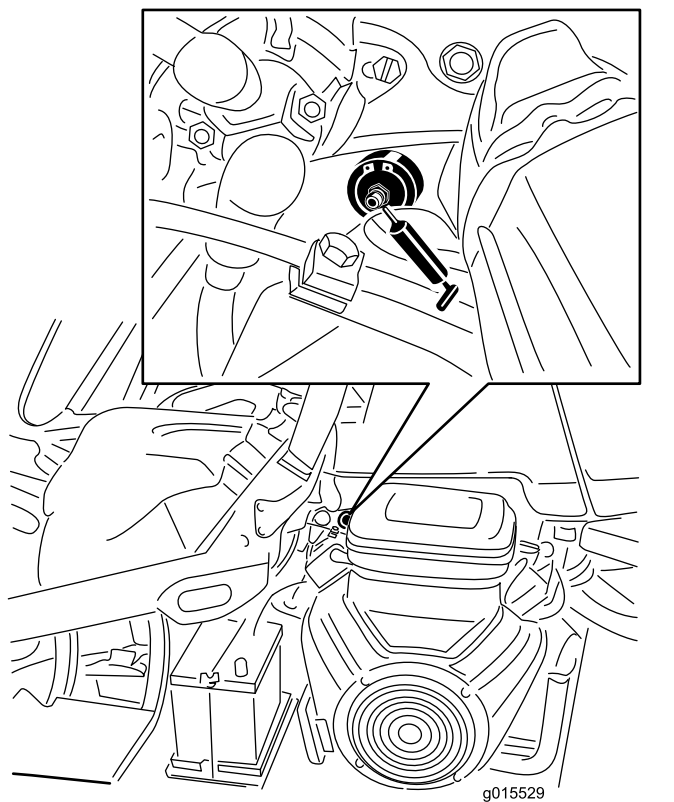

Figure 37
1. Essuyez les graisseurs pour éviter que des impuretés ne pénètrent dans le roulement ou la bague (Figure 37).